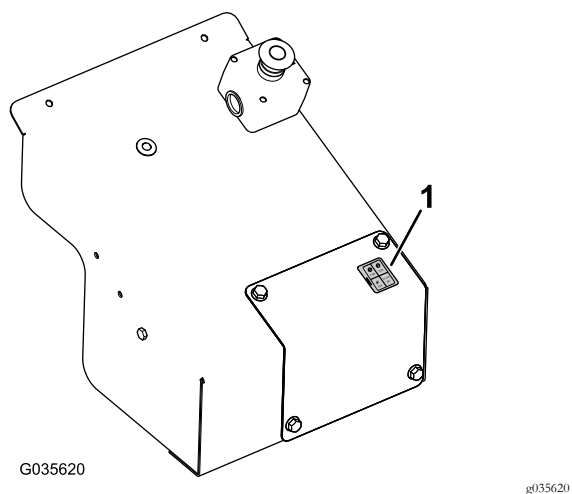

Figure 22
13. Apposez l'autocollant du fusible sur le couvercle de la commande manuelle (Figure 22).